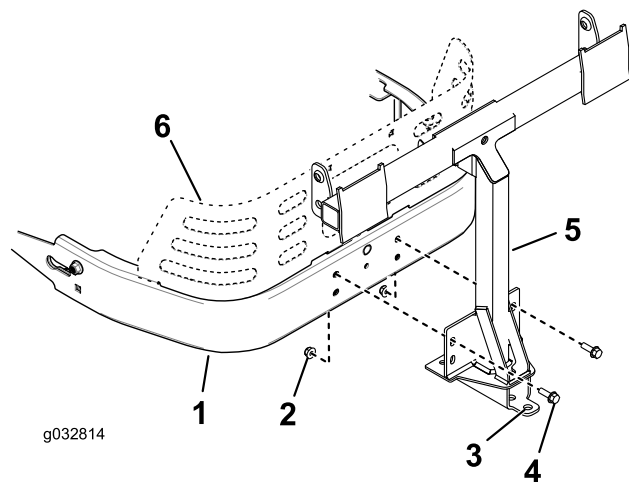

Figura 15
- Montate il telaio del perno sulla macchina come illustrato nella Figura 15. Fissate il telaio del perno al telaio della macchina utilizzando 2 bulloni (5/16" x 1") e 2 dadi di bloccaggio (5/16").